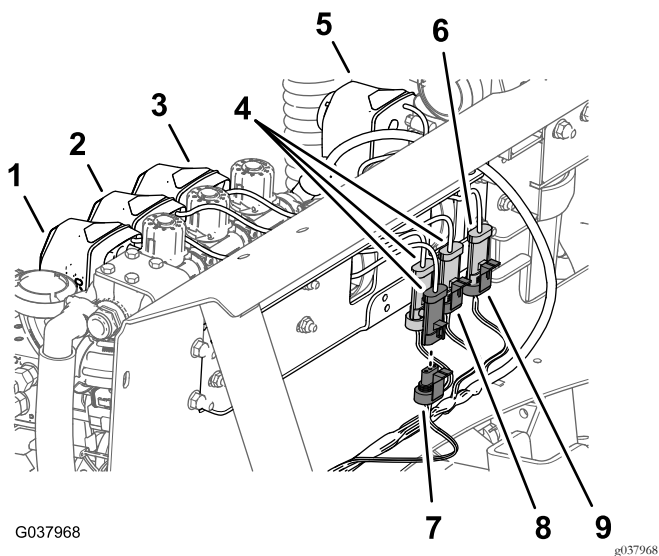

Figura 114
- Collegate il connettore a 3 pin per l'attuatore della valvola dell'agitatore al connettore a 3 prese indicato come VALVOLA DELL'AGITATORE della diramazione da 76 cm (30 poll.) del cablaggio preassemblato (Figura 114).